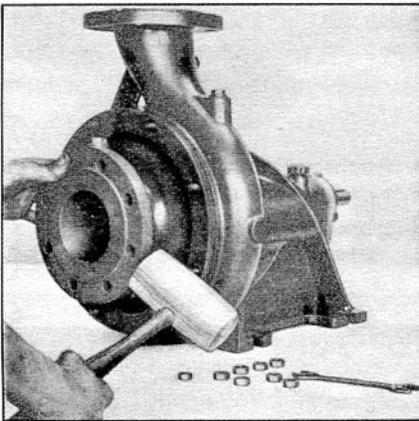
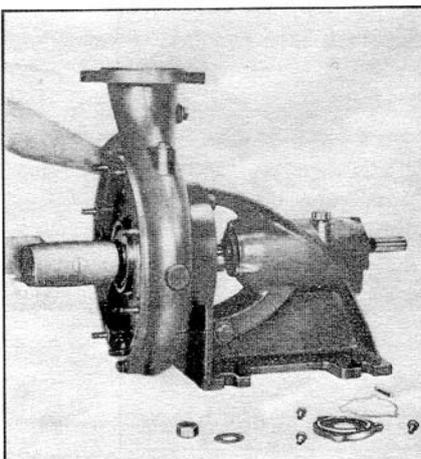

fig. 11 Desmontagem da tampa de aspiração
fig. 13 Afastamento do rotor do eixo
Para ser desmontada, a bomba deve ser afastada da base. Retirar em seguida a tampa de aspiração (fig. 11), soltar a porca do rotor. Atenção: no caso de bombas com suporte D, antes de soltar a porca, o pino roscado (904) deve ser desmontado (fig. 12), retirar a arruela de segurança (Não existente em bombas com suporte D). Soltar a seguir a tampa do cavalete dos mancais do lado do acionamento e retirar o rotor com leves pancadas no eixo (fig. 13).